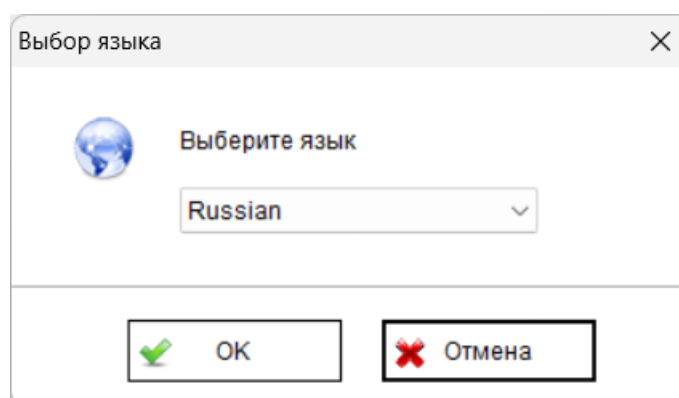

Рисунок 15 - Выбор языка
-  - Выбор языка. При нажатии открывает окно выбора языка программы (рисунок 15). После выбора языка программы для применения изменений программа перезапускается.